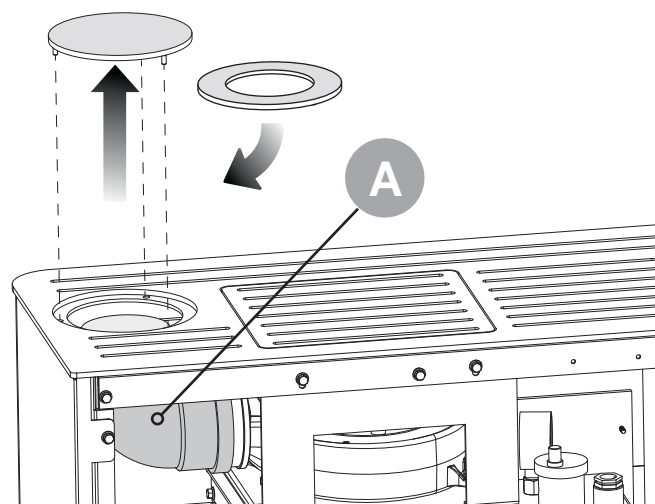

fig. 5.11
5.8.3 Raccordement à la sortie des fumées (fig. 5.11)
Il est possible de raccorder le poêle au système d'évacuation des fumées, en haut ou à l'arrière, en tournant simplement le coude de sortie (fig. 5.11 -A-). Il est recommandé de bloquer la courbe au ventilateur avec une vis (5.13 r / s).